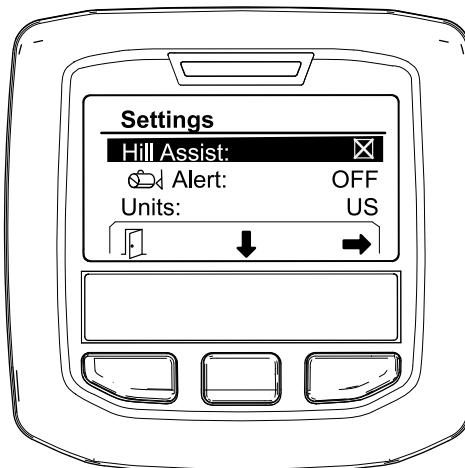

Figura 7
1. Desplácese hacia abajo hasta HILL ASSIST (Asistencia en cuestas) y pulse el botón de selección central para entrar en el menú de configuración de asistencia en cuestas (Figura 7).